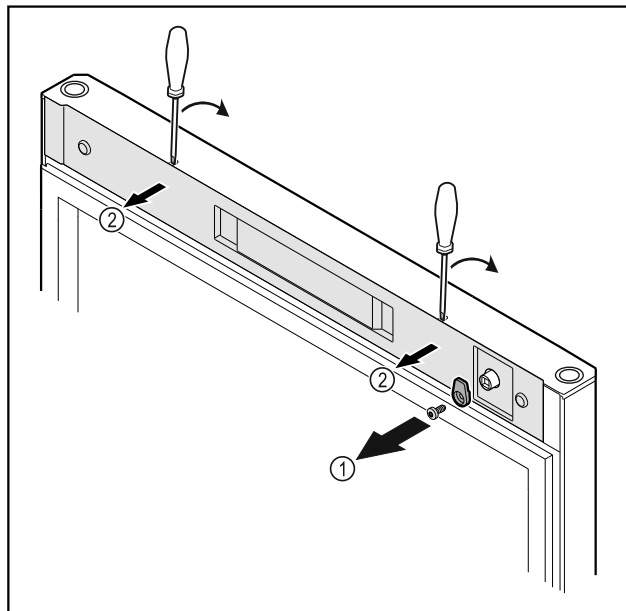

Fig. 14
- ▶ Skru låsekrogen Fig. 14 (1) af.
- ▶ Klik afdækningen Fig. 14 (1) ud med en lille skruetrækker, og tag den af.